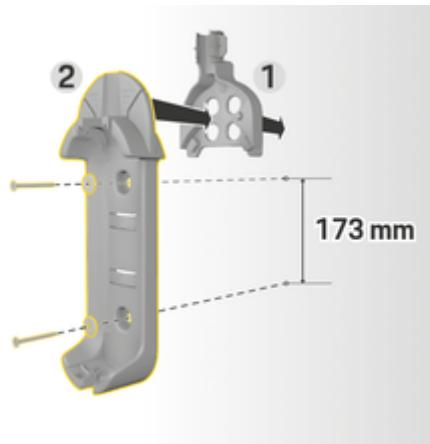

図.4 ドリル寸法
- ウォールマウントベース2(図.4)を前からケーブルガイド1(図.4)に押し込みます。